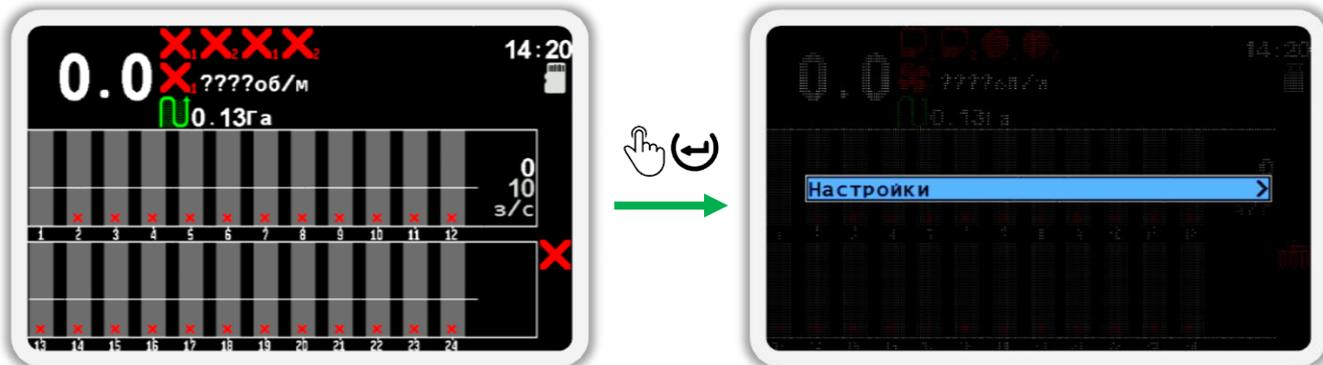

Рисунок 51
- На главном экране нажмите кнопку  «Меню». В результате на экране будет показано меню с одним пунктом  «Настройки» (см. Рисунок 51).